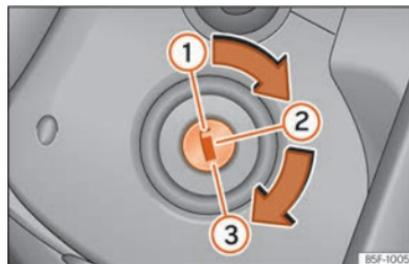

Fig. 236 Posições da chave do veículo.
Chaves do veículo »» » Fig. 236
Chaves do veículo »» Fig. 236
3.	<p>Só nos veículos com motor diesel: para o pré-aquecimento, rode a chave na fechadura de ignição para a posição</p> <p>»» Fig. 236 ②. Acende-se uma luz de controlo no painel de instrumentos ☹.</p>